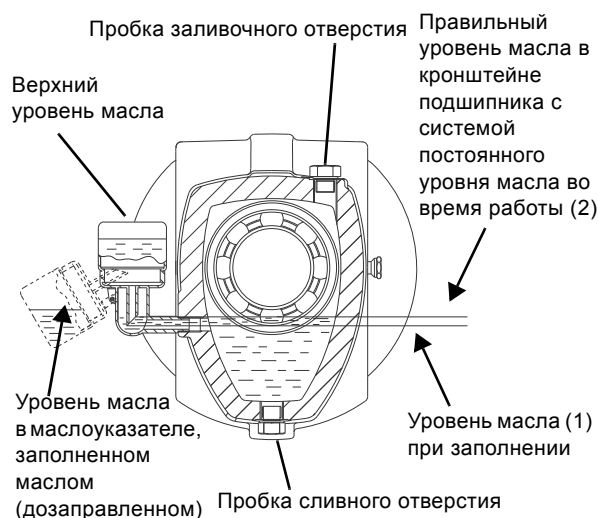

Рис. 21 Заливка масла
2	Отогнуть маслёнку и залить масло через заливочное отверстие, чтобы оно достигло уровня (1) в соединительном колене. См. рис. 21.
3	Залить резервуар маслоуказателя маслом и вернуть маслоуказатель в прежнее положение. Теперь маслом будет заполняться кронштейн подшипника. В процессе заполнения в резервуаре появляются воздушные пузырьки. Продолжать заполнение, пока масло не достигнет необходимого уровня (2). См. рис. 21.
Уровень масла в кронштейне подшипника должен быть всегда таким, как показано на рис. 21.